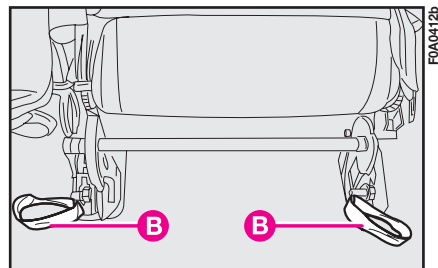

fig. 130
– tirare le fettucce **B-fig. 130** e ripiegare completamente il sedile;